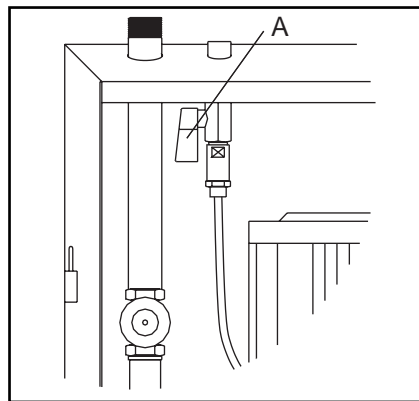

Fig. 15
2. Åbn for luftforsyningen, som er placeret inde i hovedstationen (se A, Fig. 15).
3. Luk luftforsyningen (A, Fig. 15).